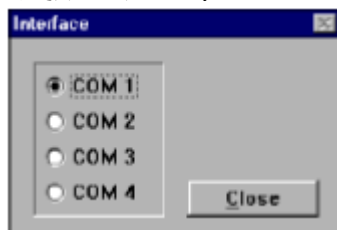

図 2-2 シリアルポート選択
- メニューの”Options “を選び”Interface“を選択してください。図 2-2 のような画面が表示されますので、使用するシリアルポートを選択してください。